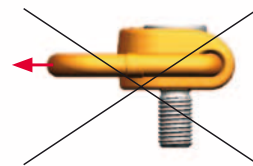

Figura 2
- La dirección de la fuerza de tracción no se aplica dentro del rango de ángulos indicado (véase figura 2)